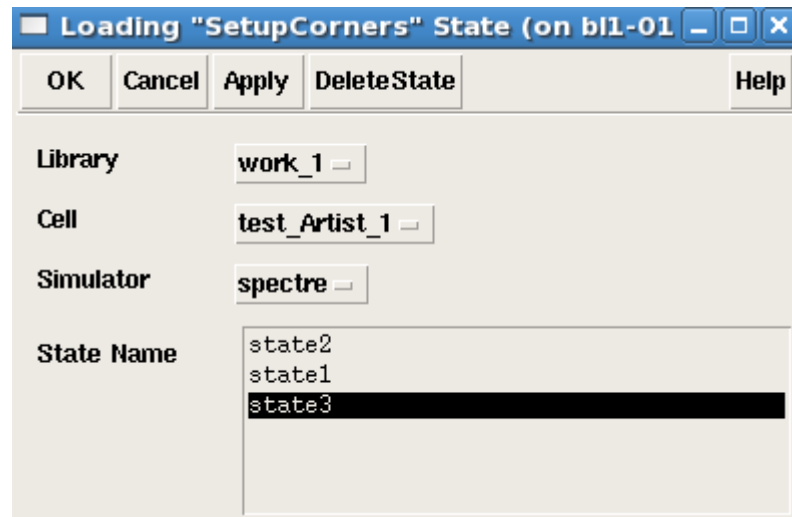

Рис. 2.11 Форма загрузки состояния установленных углов (Setup Corners State).
- В появившейся форме (рис. 2.11) выберите поля *Library*, *Cell* и *Simulator*. Доступные состояния для *Library*, *Cell* и *Simulator* отражены в поле списка *State Name*.